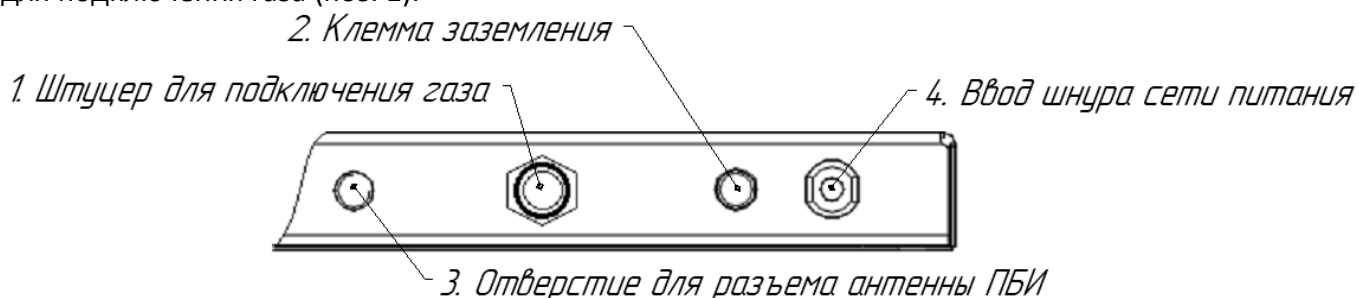

Рисунок 3 – Вид сзади
На задней стенке основания (рисунок 3) находятся: отверстие для установки антенны ПБИ (поз. 3), клемма «Земля» (поз. 2), для заземления аппарата, ввод для шнура сети питания (поз. 4), штуцер для подключения газа (поз. 1).
3.1.2 Если аппарат эксплуатируется совместно с ПБИ¹, подключить к разъёму, установленному в отверстие для антенны ПБИ (рисунок 3 на странице 5), антенну из комплекта принадлежностей.
3.1.3 Заземлить аппарат подключением к клемме заземления (рисунок 3 на странице 5). В качестве шины заземления использовать контур заземления.